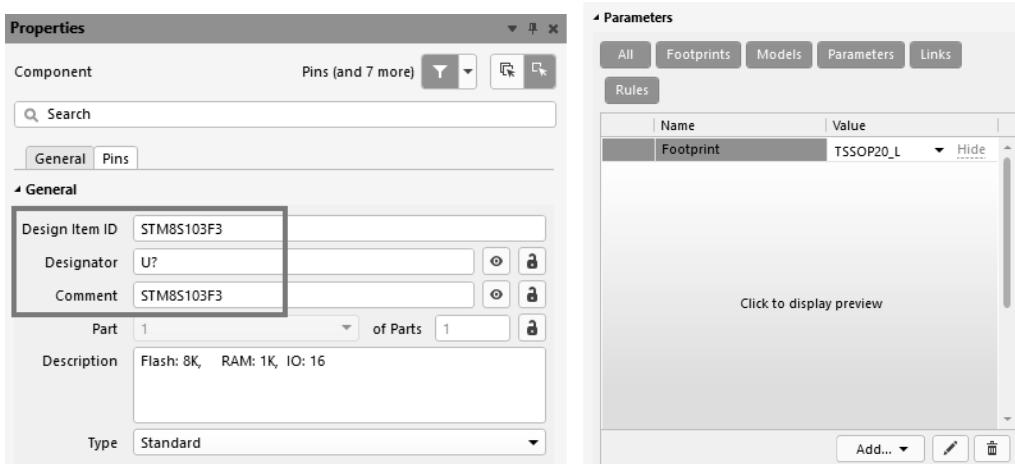

图 13-7 元件属性设置
(4) 在元件库面板中双击该元件名称，对所创建的主控芯片的元件属性进行设置，如图 13-7 所示。
- ① Designator: 设置为芯片常用位号“U?”。
- ② Comment: 填写好芯片的型号值“STM8S103F3”。
- ③ Footprint: 单击“Add”按钮, 添加 PCB 封装模型“TSSOP20_L”。